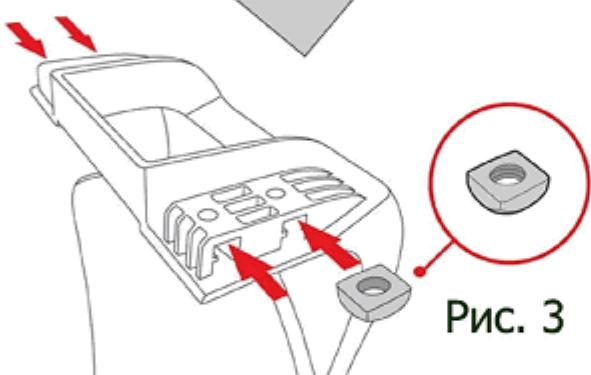

Рис. 3
3. На левой и правой стороне спинки есть 4 отверстия (по два на каждой стороне). Поместите гайку в каждое из отверстий таким образом, чтобы плоская поверхность была обращена наружу в сторону от монтажного отверстия (Рис.3). Выровняйте гайку в соответствии с отверстием, расположенным на каркасе кресла.